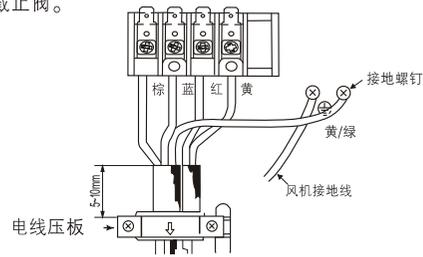

图 26
- (1) 把室外机组中连接电缆按左侧板内电气接线图所示正确地牢固连接。(按图26安装)。(紧固力矩8-15kgf·cm)
- (2) 用电线压板将连接电缆用螺钉紧固。(电线压板固定时, 所示箭头必须向下)
- (3) 必须将黄/绿线如图26所示接至带有“⊕”标志的接地螺钉上。
- (4) 连接电缆不可以碰铜管的裸露部分及截止阀。